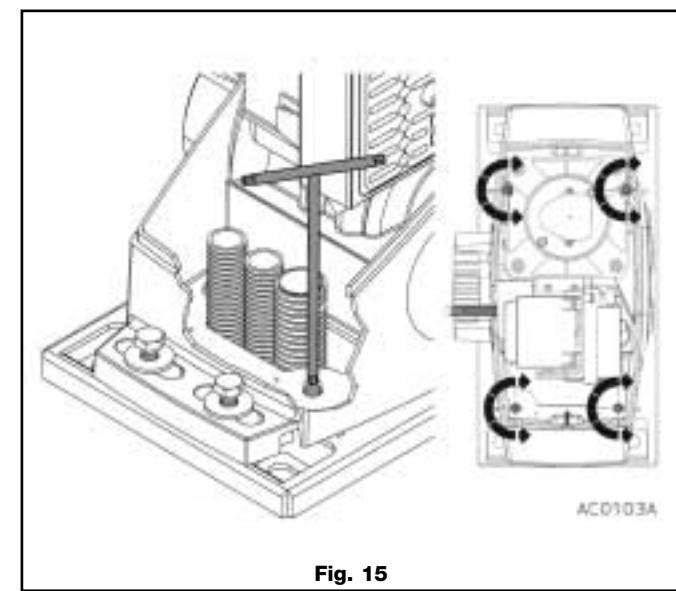
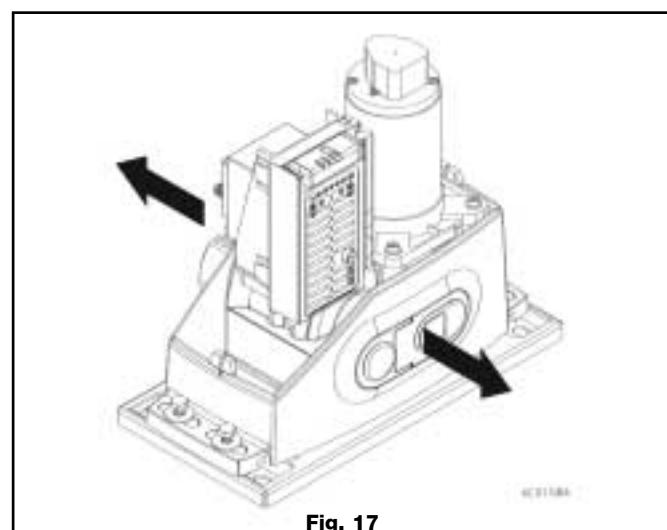

Fig. 15
Fig. 17
- b) Les 4 vis (fig. 15) doivent dépasser le plan d'appui du moto-réducteur d'environ 5 mm.
- Effectuer le réglage vertical du moto-réducteur à l'aide de 4 vis (fig. 15) et le mettre en position.
- Effectuer le réglage horizontal et vérifier que le moto-réducteur est parfaitement parallèle au portail, en le déplaçant latéralement si nécessaire fig. 17.
- Si l'espace entre la crémaillère et le pignon n'est pas respecté (environ 1 mm, fig. 20), dévisser de 2/3 les vis M10 de blocage (fig. 18) et les quatre vis (fig. 15) jusqu'à l'obtention d'un espace suffisant. Si nécessaire, régler l'alignement du pignon par rapport à l'axe de la crémaillère : approcher ou déplacer le moto-réducteur du portail en faisant glisser la plaque d'ancre (fig. 17).